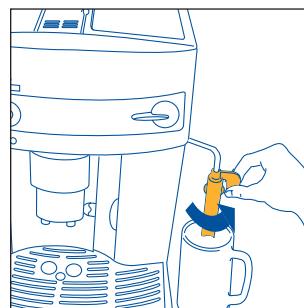
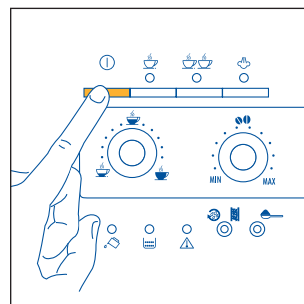

Fig. 3
Fig. 4
2. Vrid cappuccinoröret utåt och ställ en kopp under det (fig. 3). Sätt på maskinen genom att trycka på knappen ① (fig. 4).
- Vrid cappuccinoröret utåt (fig. 3).
- Placera en behållare under cappuccinoröret (fig. 3).